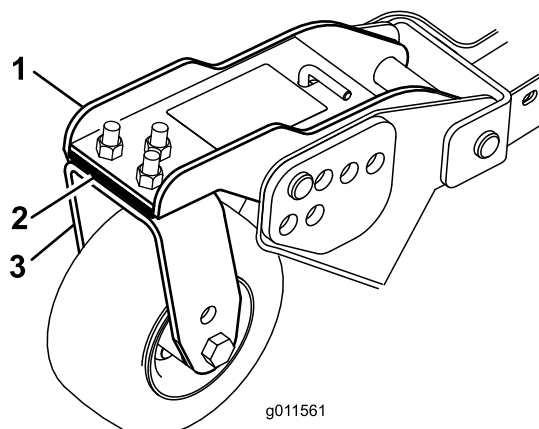

Figura 27
3. Ajuste os calços de 3 mm na(s) forquilha(s) da roda giratória de forma que coincidam com altura de corte fixada no autocolante (Figura 27).